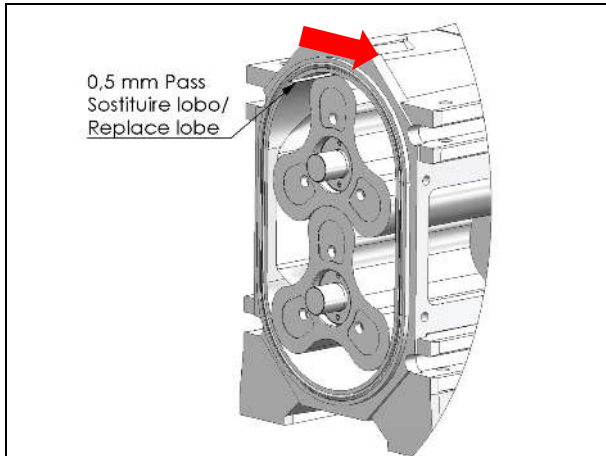

Fig. 16-1. Controllo per sostituzione lobi.
1. Sostituire i lobi quando uno spessore di 0,5 mm passa fra lobo e corpo pompa in tutte le posizioni (Fig. 16-1).